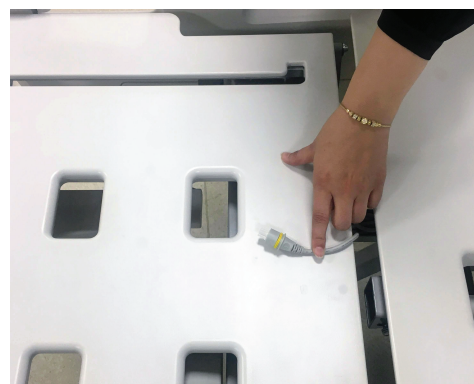

Figura 10 – Deconectarea cablului pentru baterie de la baterie
5. Utilizând banda, fixați cablul pentru baterie la cadrul tărgii (Figura 10).